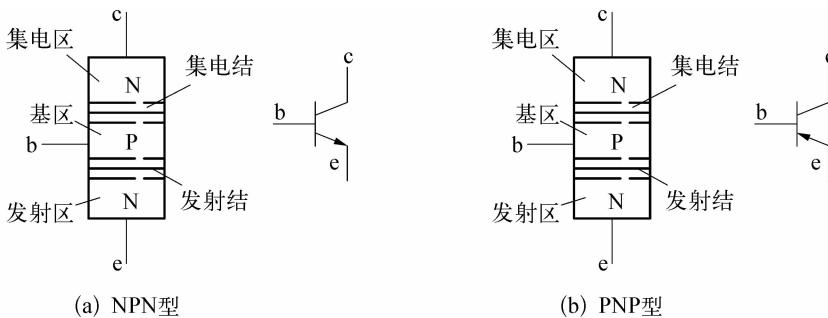

图 1-1-20 三极管的结构和符号
② 三极管的结构、符号: 晶体三极管的核心是两个靠得很近的 PN 结,如图 1-1-20 所示。内部有三个半导体区:发射区、基区、集电区,对应的三个电极分别为发射极 e、基极 b、集电极 c;由三个区域半导体类型的不同,三极管分为 PNP 型和 NPN 型;发射区和基区之间的 PN 结称为发射结 J_e ,基区和集电区之间的 PN 结称为集电结 J_c 。